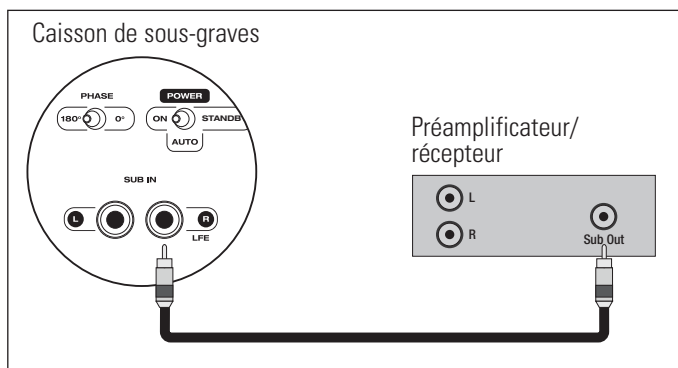

Fig. 3
a) **Entrée de niveau de ligne à partie de la sortie Sub/LFE (Fig. 3) – Pour une utilisation avec un récepteur ou un processeur qui possède de une prise Sub-Out/ LFE-Out.**